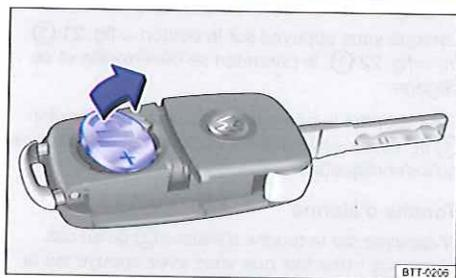

Fig. 25 Clé du véhicule : retrait de la pile.
- Dégagez la pile de son logement en faisant levier à l'aide d'un objet fin approprié ⇒ fig. 25.
- Mettez en place la pile neuve comme représenté ⇒ fig. 25 et enfoncez-la dans le compartiment en procédant dans le sens inverse de la flèche ⇒ ①.